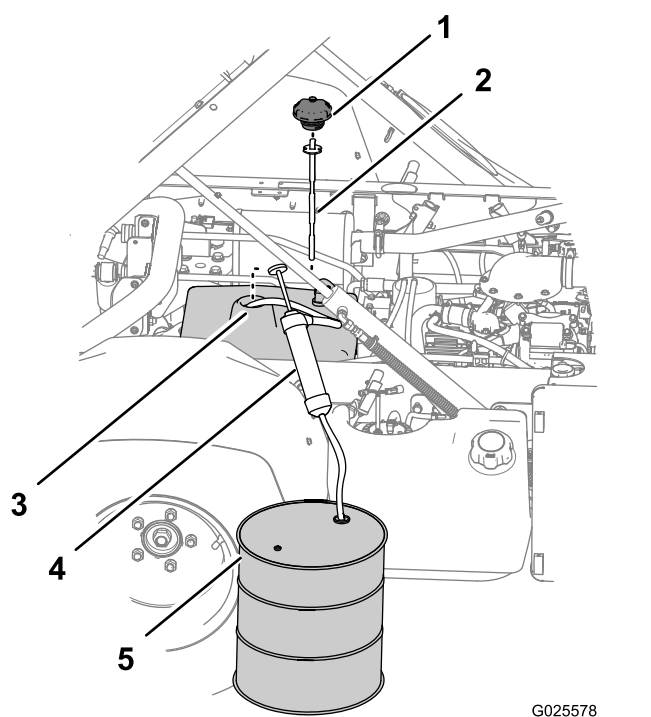

Figura 82
3. Retire a tampa e a vareta do tubo de enchimento do depósito hidráulico (Figura 82).
4. Encaminhe a mangueira de admissão do equipamento sifão através do tubo de enchimento do depósito hidráulico e até ao fundo do depósito (Figura 82).
5. Direcione a mangueira de descarga do equipamento sifão para um recipiente de recolha (Figura 82) com 11,4 litros de capacidade (modelo não TC) ou 19 litros de capacidade [Modelo não TC com o Kit de fluido
7. Retire o equipamento sifão do depósito hidráulico (Figura 82).
8. Adicione 7,5 litros (modelo não TC) ou 15,1 litros [modelo não TC com o Kit de fluido hidráulico de alto fluxo (opcional) ou modelo TC] do fluido hidráulico especificado ao depósito hidráulico (Figura 82).
9. Instale a vareta e a tampa no tubo de enchimento do depósito hidráulico (Figura 82).